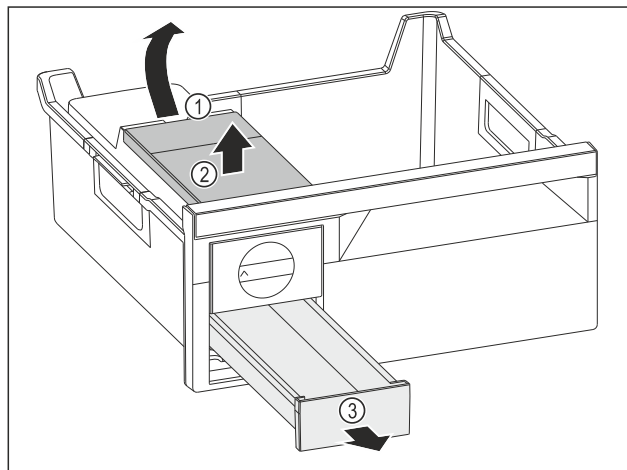

Fig. 59
- Wassertank entnehmen: Wassertank an der Aussparung Fig. 59 (1) anheben.
- Wassertank Fig. 59 (2) nach oben entnehmen.
- Eiswürfelschubfach Fig. 59 (3) nach vorne entnehmen.